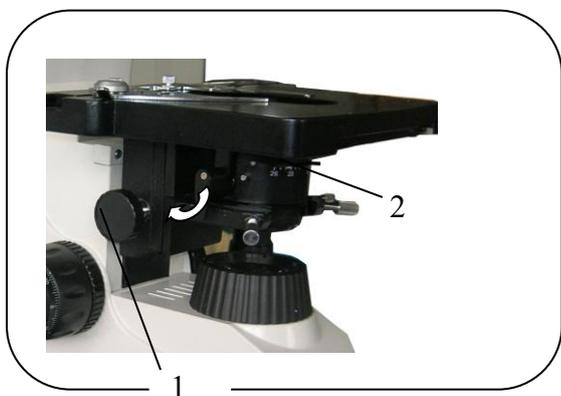

Рис. 14
6.9. Настройка конденсора и апертурной диафрагмы (рис. 14)